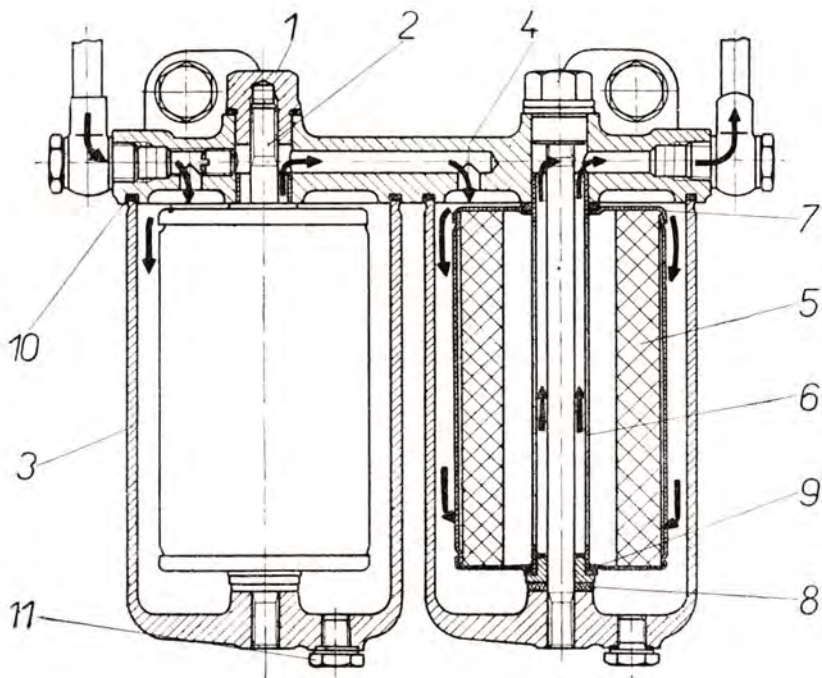

Abb. 24
1. Die Verschlussmutter (Abb. 24/1) der Zentrierschraube (Abb. 24/2) ist auszuschrauben.
2. Das Gefäß (Abb. 24/3) ist aus dem Filterkörper (Abb. 24/4) in Richtung nach unten abzunehmen.
3. Die Filtereinlage (Abb. 24/5) mit Abnehmerrohr (Abb. 24/6) und Dichtungsring (Abb. 24/7) sind aus dem Gefäß durch Abziehen von der Zentrierschraube (Abb. 24/2) herauszunehmen.
Anmerkung: Bei Rückmontage ist darauf zu achten, dass sich ein Dichtungsring (Abb. 24/8) auf der Zentrierschraube (Abb. 24/2) innen im Gefäß und ein Ring (Abb. 24/9) auf dem Abnehmerrohr befindet. Die Grobfiltereinlage ist mit Nummer 1 bezeichnet, die mit der Nummer am Filtergehäuse übereinstimmt. Die Feinfiltereinlage ist mit Nummer 2 bezeichnet.
Die elastische Dichtung (Abb. 24/10) der Filtergefäße darf nicht beschädigt sein. Die Verschlusschraube (Abb. 24/1), die zur Schlammablassung aus den Gefäßen dient, muss sorgfältig festgezogen sein.